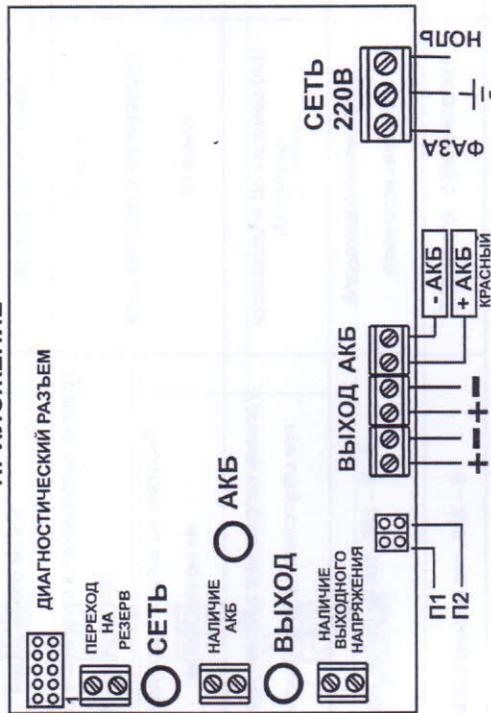

Рисунок 1. Вид источника с открытой крышкой (схема подключения)
- выдачу информационных сообщений «Переход на резерв», «Наличие АКБ», «Наличие выходного напряжения» посредством переключения контактов реле. Выдача информационного сообщения «Переход на резерв» осуществляется с задержкой, определяемой положением переключателя П1 и П2 (см. рисунок 1 Приложения). Соответствие задержки положению переключателя показано в таблице 8 Приложения;
Подключение источника производится при отключенном сетевом напряжении и открытой крышке (см. рисунок 1 Приложения) в следующей последовательности: